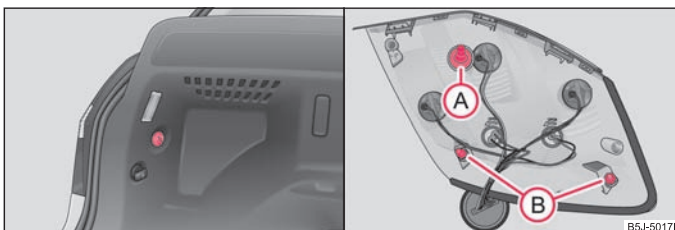

Abb. 175 Heckleuchteneinheit ausbauen / Heckleuchteneinheit einbauen
- Halten Sie mit einer Hand die Heckleuchteneinheit fest und schrauben Sie mit der anderen Hand die Kunststoffmutter ab ⇒ Abb. 175 - links.
- Für den Wiedereinbau setzen Sie zuerst die Heckleuchteneinheit mit der Schraube **(A)** in die Öffnung der Karosserie ein ⇒ Abb. 175.
- Halten Sie mit einer Hand die Heckleuchteneinheit fest, schrauben Sie mit der anderen Hand die Mutter auf und ziehen Sie diese fest ⇒ Abb. 175.